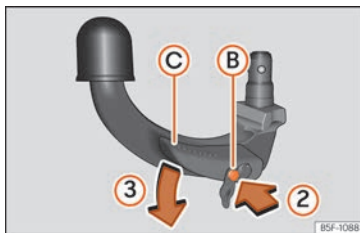

Abb. 293 Schritt 2
- Drücken Sie den Entriegelungsbolzen ⑨ in Pfeilrichtung ② und gleichzeitig den Hebel ⑦ in Pfeilrichtung ③ bis zum Anschlag »» **Abb. 293**.